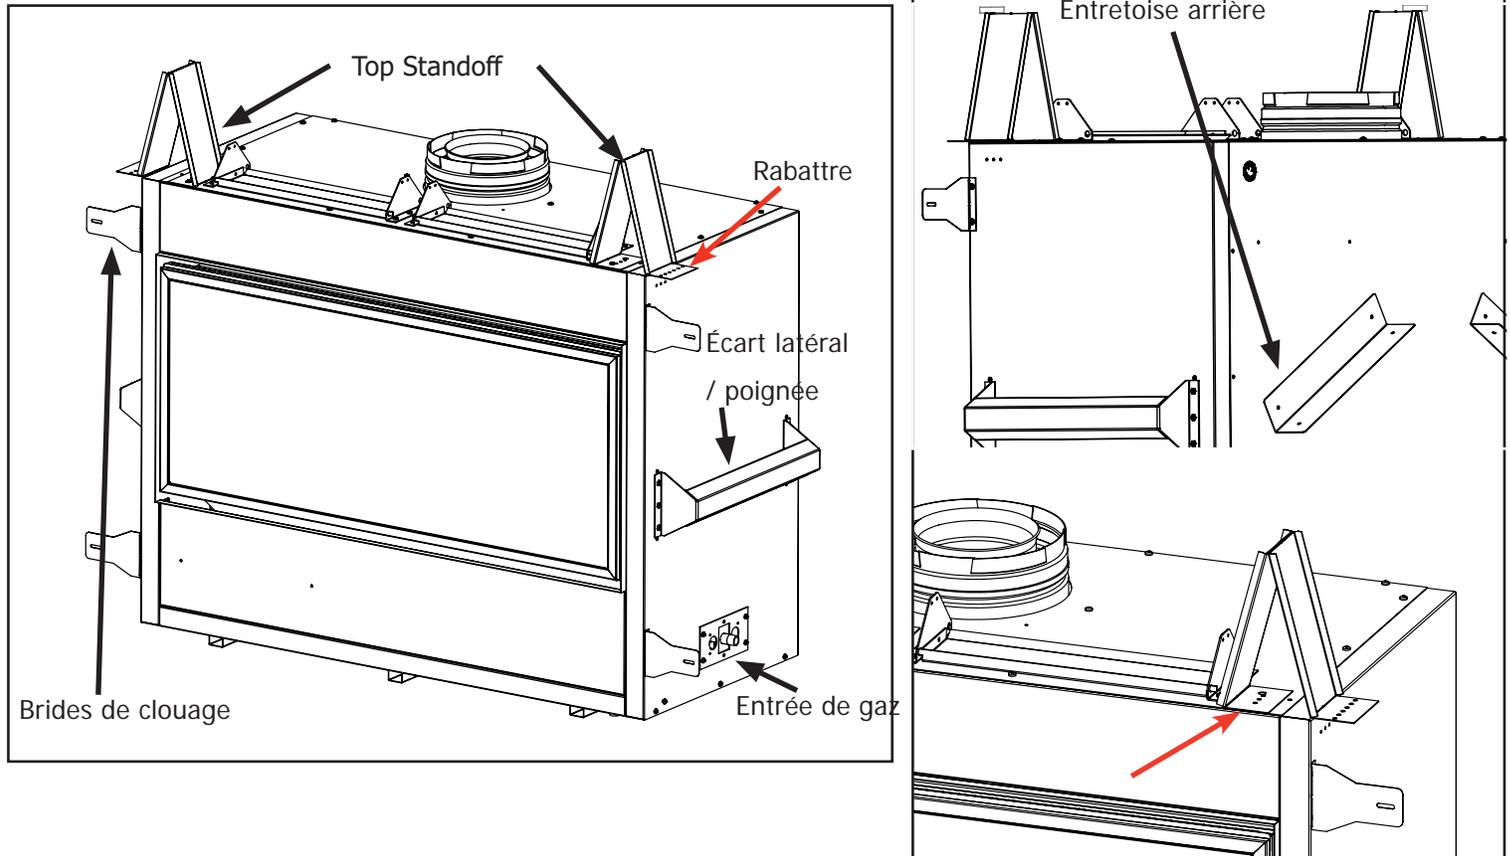

Figure 13 : Préparation de l'installation du foyer
Prenez une minute pour vous familiariser avec la figure 13 ci-dessous.
- Les entretoises du cadre supérieur devront être pliées et fixées avec des vis T-20 sur le dessus et le côté des armoires. Ceci est visible sur la figure 13.